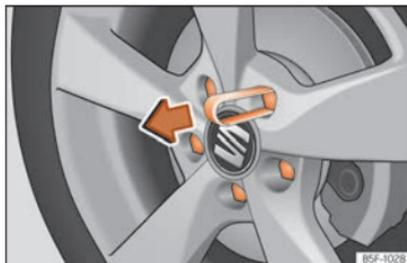

Fig. 68 Pincez pour extraire les capuchons des boulons de la roue.
- Encastrez la pince en plastique (outillage de bord) sur le capuchon jusqu'à ce qu'elle s'emboîte » » » **fig. 68**.